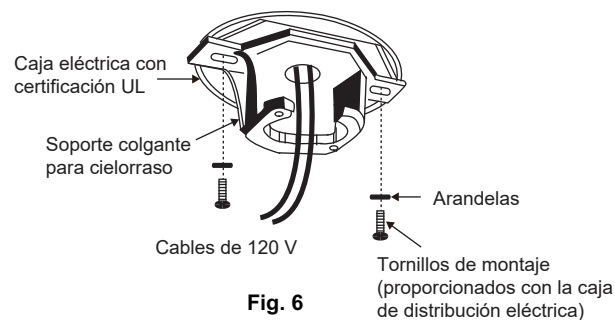

Fig. 6
Paso 3. Pase los cables de alimentación de 120 voltios desde la caja de distribución eléctrica del techo a través del centro de la placa de montaje de techo. (**Fig. 6**)
Paso 4. Acople el soporte de montaje para cielorraso a la caja de distribución eléctrica utilizando los tornillos y las arandelas incluidas con la caja de distribución. (**Fig. 6**)